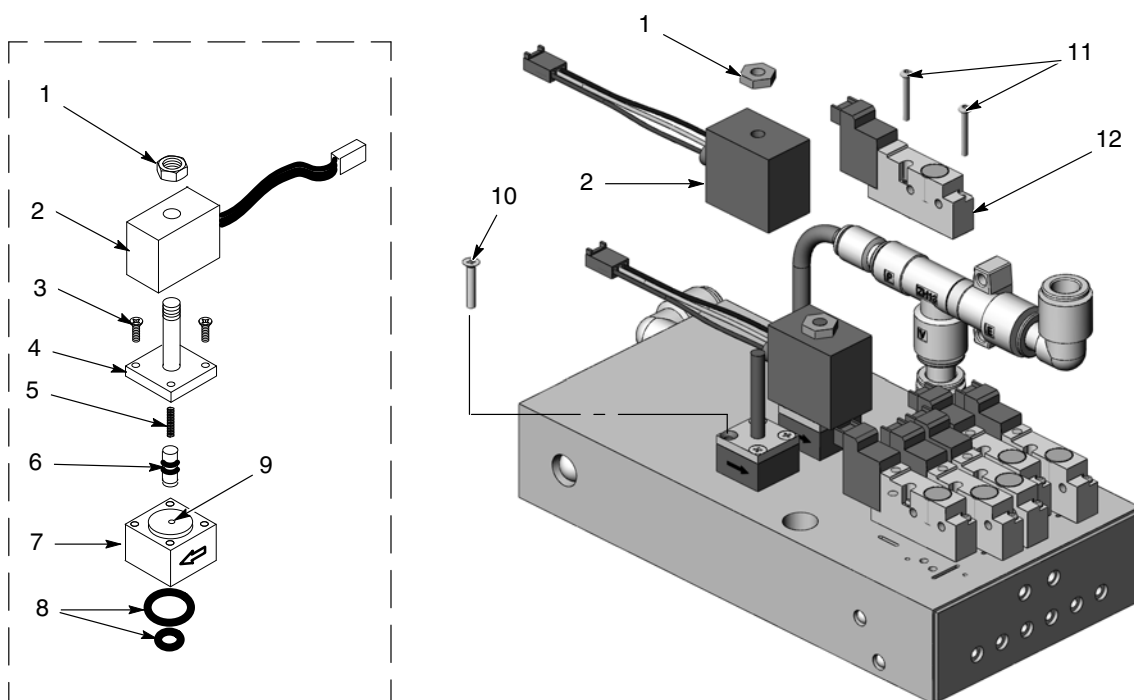

Figura 6-1 Reparação do colector
1. Consulte a figura 6-1. Retire a porca (1) e a bobina (2) da válvula de controlo de caudal.
2. Retire os dois parafusos longos (10) para poder retirar a válvula de controlo de caudal do colector.
Consulte a figura 6-1. Remova a válvula, retirando a porca (1), a bobina (2) e os parafusos longos (10).
Consulte a figura 6-1. Para retirar as válvulas de solenóide, retire os dois parafusos (11) do corpo da válvula e retire a válvula de solenóide (12) para fora do colector.